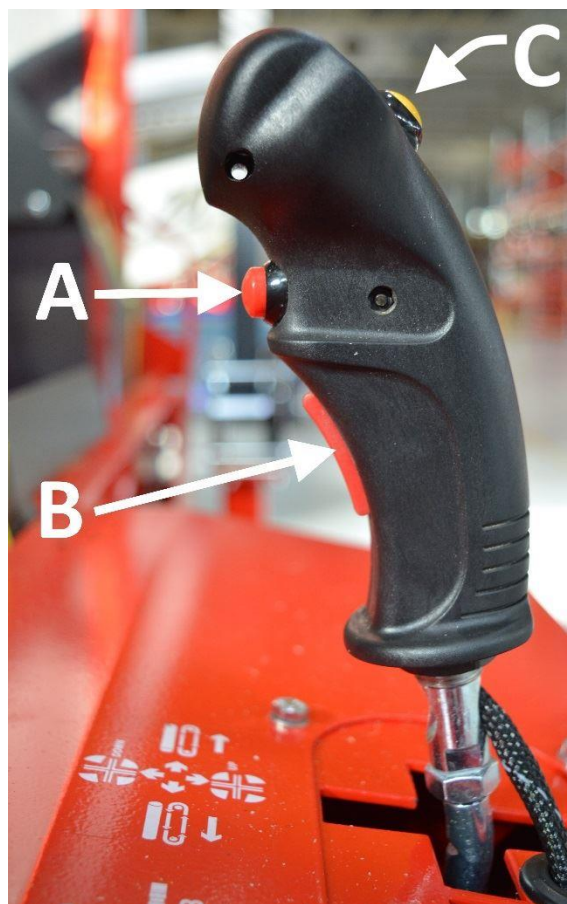

Bild 11. Spak
#### Kontrollernas funktion i bild 11
8. Starta klyvrörelsen genom att trycka på spakknappen A (bild 11). Klyvrörelsen måste vara normal.
- a. Utför några sågcykler utan trä genom att trycka på spakknappen B (bild 11).
11. Starta och stanna klyvrörelsen genom att trycka på backknappen (bild 11).
4. Kapa stocken genom att trycka på spakknappen B (bild 11). Detta aktiverar HakkiCut™-funktionen: Sågkedjan börjar rotera, sågkedjans oljepump utför en pumpcykel och sågsvärdet flyttas ner till optimal effekt.
5. Låt sågsvärdet återgå till det övre läget genom att släppa knappen B (bild 11). Detta stoppar även sågkedjan.
När man sågar stockar ska det nästsista stycket sågas så att det återstående stycket blir tillräckligt långt. Detta säkerställer att stocken hålls fast under grepparmen och att sågningen blir stabil och säker. Kör sista stocken direkt i klyvsektionen och starta klyvningen med spakknappen A (bild 11).